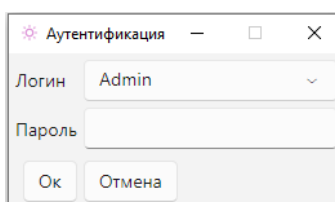

Рисунок 9.1.4 – Авторизация пользователя.
- e. Пройдите авторизацию согласно своей роли (см. рисунок 9.1.4).